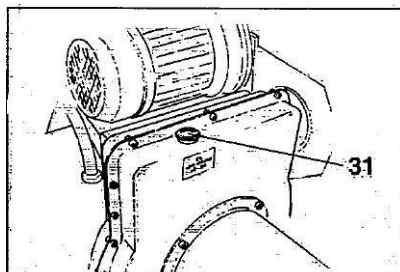

Fig. 8.4
- 4) Kontrollera då och då oljenivån i växeln, som inte får vara helt tom när verktygsbäarens fäste är helt nedsänkt i ändläget. Fyll vid behov på med Esso Spartan EP 320 eller liknande olja (t.ex. Agip F1 REP 237, BP GRX P 320, Chevron Gear Compound 320, Mobil Gear 632, Shell Omaia Oil 320, Castrol Alpha SP 320). Ta bort locket (31, fig. 8.4), fyll på olja och lås locket igen.